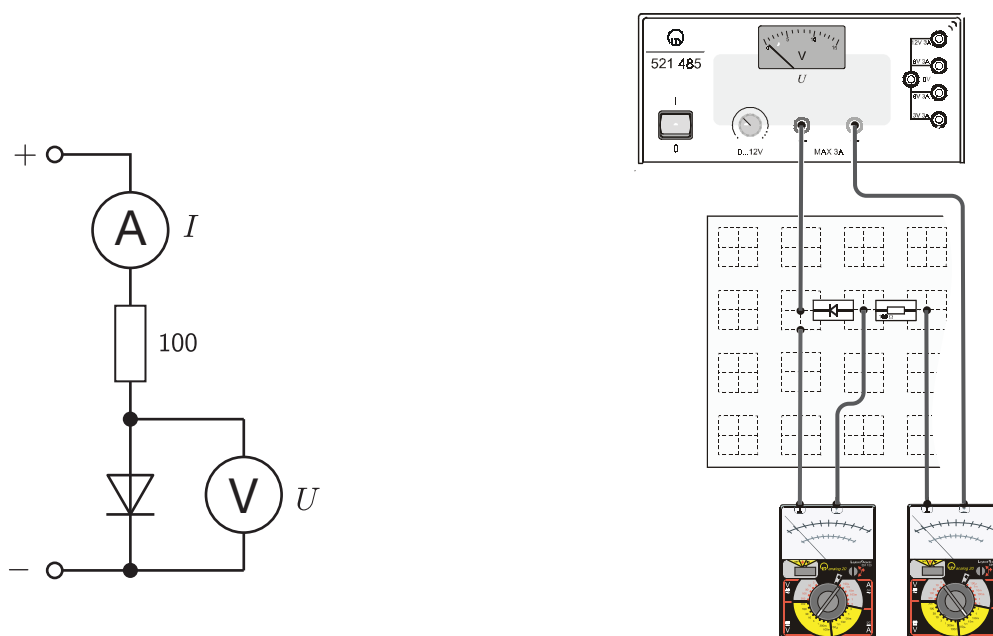

Рис.1. Экспериментальная установка для изучения ВАХ полупроводниковых диодов при прямом включении.
- Соберите схему для изучения характеристик диодов (см. рисунок 1).